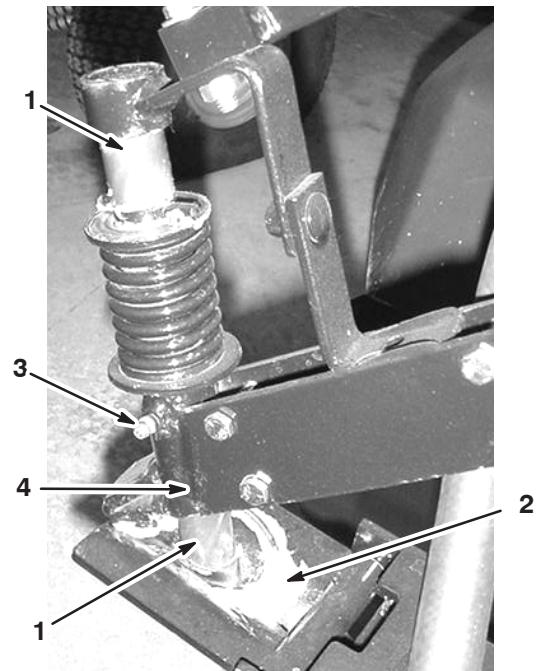

Figure 41
1. Placez de la graisse à la main sur l'arbre de support et dans le siège de la rotule de la plaque d'articulation, comme indiqué à la Figure 41.
2. Pompez de la graisse dans le graisseur situé sous le ressort jusqu'à ce qu'elle ressorte au bas de l'ensemble pivot (Fig. 41).